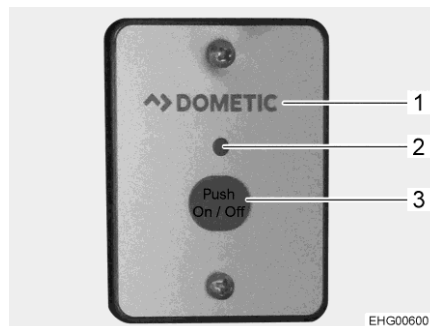

Bild 151 Externer Schalter (Wechselrichter)
**Einbauort externer Schalter** Der externe Schalter (Bild 151,1) ist im Hängeschrank über dem Tisch eingebaut.
*Einschalten:* ■ Taste "On/Off" (Bild 151,3) drücken. Die LED (Bild 151,2) leuchtet.
*Ausschalten:* ■ Taste "On/Off" (Bild 151,3) drücken. Die LED (Bild 151,2) erlischt.